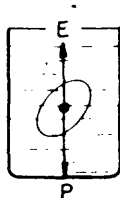

Fig. 11
- 2) Si el empuje es igual al peso, el cuerpo queda dentro de la masa líquida (fig. 11).